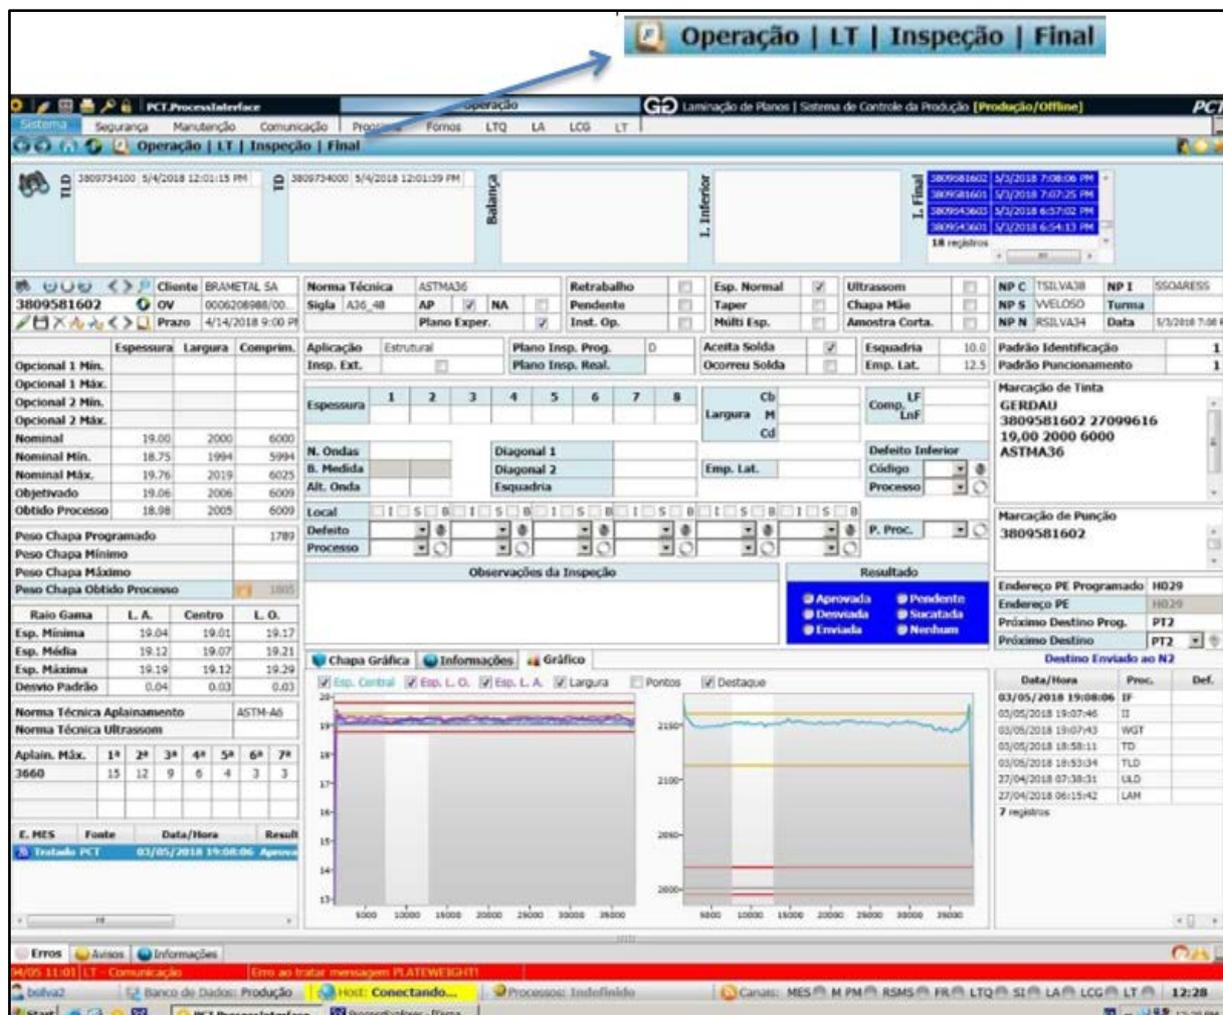

Figura 9. Tela do Sistema PCT onde são inseridos os resultados da inspeção e a avaliação final da chapa.
- Inspeção de Registros (terminal): Este posto recebe e analisa a especificação do cliente e os dados obtidos do processo. Os resultados detalhados da inspeção são registrados no sistema de controle da produção (PCT), figura 9. Nessa etapa é definido se o produto está aprovado, desviado ou se precisa ser retrabalhado.